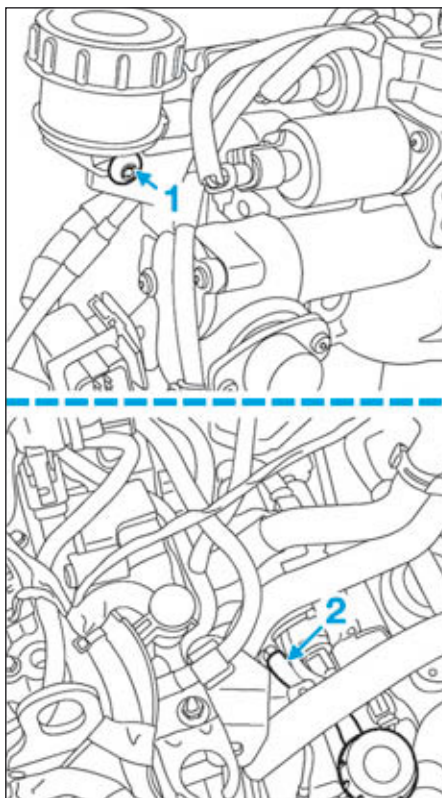
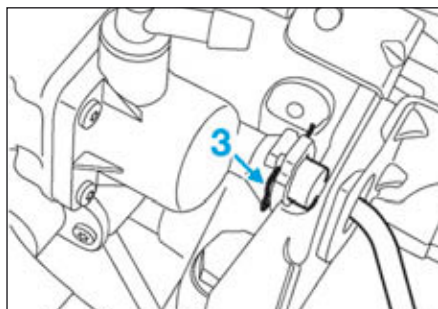

FIG.7
FIG.8
- Déposer la vis (1) (Fig.7) du réservoir d'alimentation de la butée d'embrayage hydraulique.
- Débrancher le tuyau d'alimentation (2) de la butée d'embrayage hydraulique.
- Soulever l'agrafe (3) (Fig.8) de la canalisation d'embrayage hydraulique.